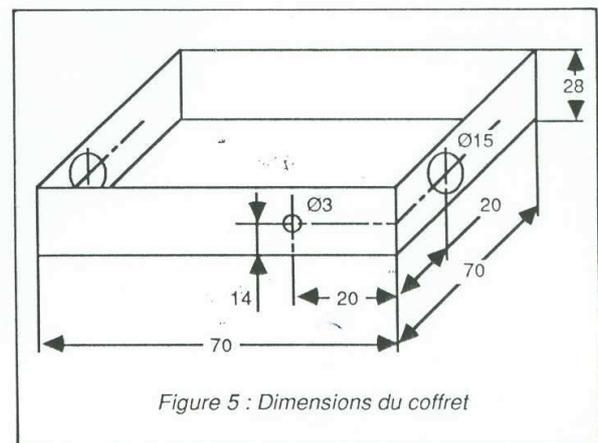

Figure 5 : Dimensions du coffret
- Les dimensions du boîtier figure 5 sont données à titre d'information ; nous conseillons vivement, si l'ampli HF est destiné à assurer un service extérieur, de le placer au milieu d'une boîte étanche. Seuls sortiront les fils et câbles coaxiaux à travers des lumières étanches. (Proscrire tous les connecteurs extérieurs).